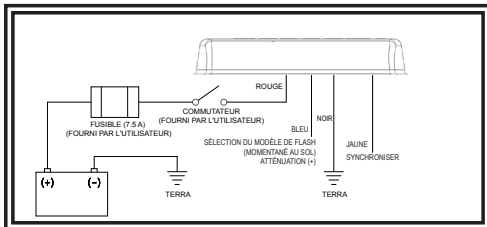

Figure 3
5. Relevez les câbles d'alimentation comme indiqué dans la section sur le câblage (voir Figure 3).
Le câblage de la mini-barre à montage définitif est tel qu'indiqué à la figure 3. Tout le câblage doit être d'un au moins 18 AWG. La ligne positive doit disposer d'un fusible 7,5 ampères, tel que décrit. Il est possible d'employer un interrupteur pour contrôler la fonction d'allumage et d'arrêt.